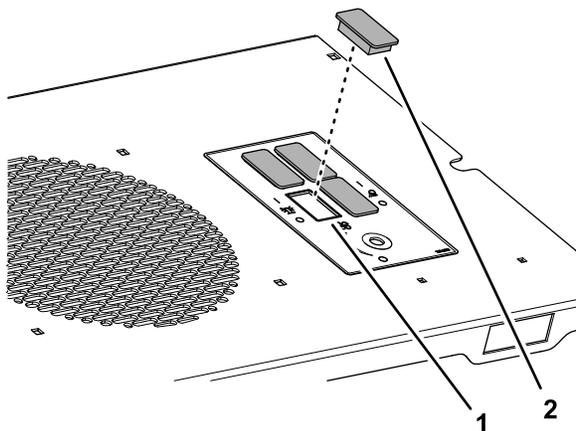

Figura 4
- Alinhe o tampão nas aberturas retangulares no painel de interruptores (Figura 4).
- Insira o tampão na abertura até que o tampão encaixe de forma segura no painel (Figura 4).
- Repita o passo 1 e 2 para os outros três tampões (Figura 4).